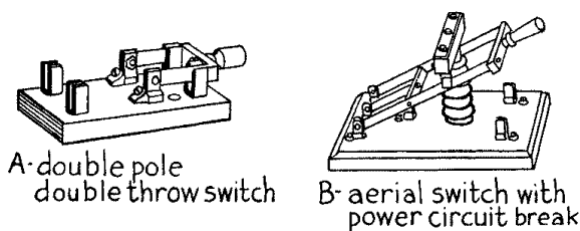

Fig. 25 – Interruptores de antena
El conmutador de antena.— Al comenzar la instalación de un transmisor y un receptor necesitaremos disponer de un interruptor de paso, o como se llama, un *interruptor de antena*. En el dibujo A de la Fig. 25 puede verse un interruptor de dos circuitos, o un interruptor (B) construido especialmente para esta función, que es más adecuado ya el arco es mucho menor.